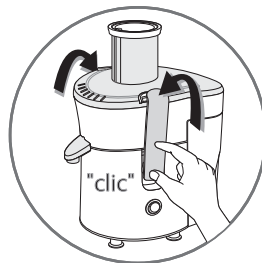
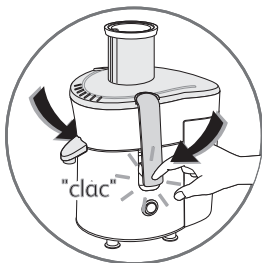

fig.6a
fig.6b
- Verrouillez les 2 brides (G) sur le couvercle (C) (**fig. 6a et 6b**) : remontez d'abord les 2 brides (G) et enclenchez-les jusqu'à entendre un premier « clic » (**fig. 6a**) ; appuyez ensuite sur le bas de chacune des 2 brides (G) jusqu'à entendre un « clac » signifiant qu'elles sont bien verrouillées (**fig. 6b**).
- Positionnez un verre sous le bec verseur (F) à l'avant de l'appareil.
- Branchez l'appareil. Le range cordon (J) vous permet d'adapter la longueur du cordon.
- Mettez l'appareil en marche en actionnant l'interrupteur (I).
- Introduisez les fruits ou les légumes par la cheminée (B).
- Utilisez le poussoir (A) sans forcer pour pousser les aliments.